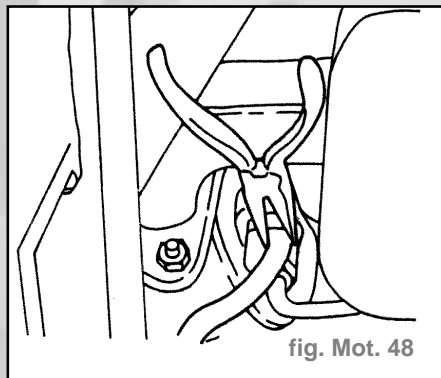

fig. Mot. 48
- Débrancher les flexibles de retour de gazole avec une pince (fig. Mot. 48).